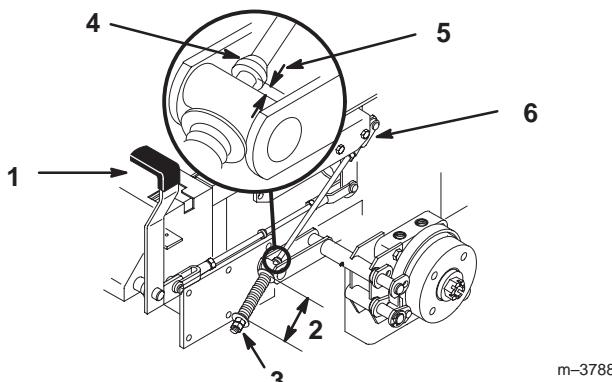

Figure 61
- Mesurez la longueur du ressort. Les rondelles doivent être distantes de 70 mm (2-3/4 pouces) (Fig. 61).
- Si un réglage est requis, desserrez l'écrou de blocage situé sous le ressort et serrez l'écrou directement au-dessous de la chape (Fig. 61). Vissez l'écrou jusqu'à ce que le ressort ait la longueur voulue. Serrez les deux écrous ensemble et répétez la procédure de l'autre côté de la machine.
- Mesurez la distance entre le galet de tourillon et le collier sur la tige de frein. Elle doit être comprise entre 5 et 7 mm (3/16 et 1/4") (Fig. 61).
- Si un réglage est requis, desserrez l'écrou de blocage situé juste au-dessous de la chape. Tournez la tige inférieure jusqu'à obtention de l'écart voulu (Fig. 61). Serrez l'écrou de blocage à la chape.